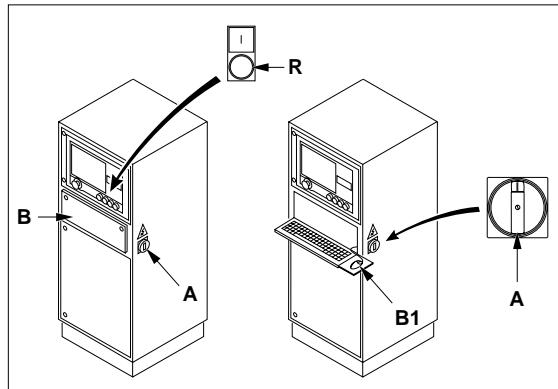

Fig. 6.2.1b
- Aprire, con la chiave in dotazione, la mensola portastiera B (fig. 6.2.1b) ed estrarre il pianetto porta mouse B1